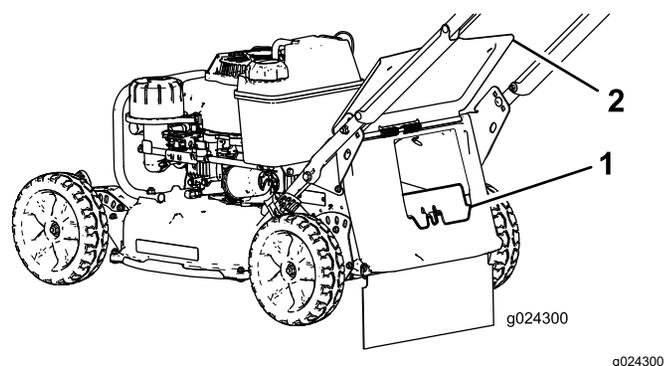

Figure 18
volet arrière, et insérez-le dans la goulotte arrière jusqu'à ce que le verrou s'enclenche; voir Figure 18.
3. Retirez l'obturateur d'éjection arrière en appuyant sur le verrou avec le pouce et en tirant l'obturateur hors de la machine (Figure 18).